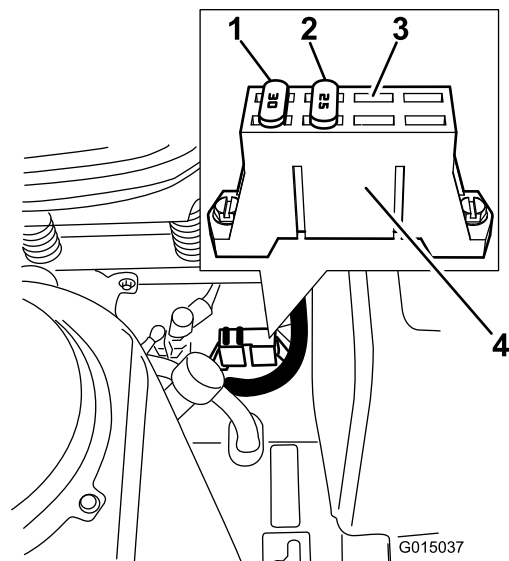

Bild 55
1. Die Sicherungen befinden Sie rechts am Armaturenbrett neben dem Sitz (Bild 55).
3. Setzen Sie eine neue Sicherung mit derselben Spannung wie die entfernte Sicherung ein (Bild 55).